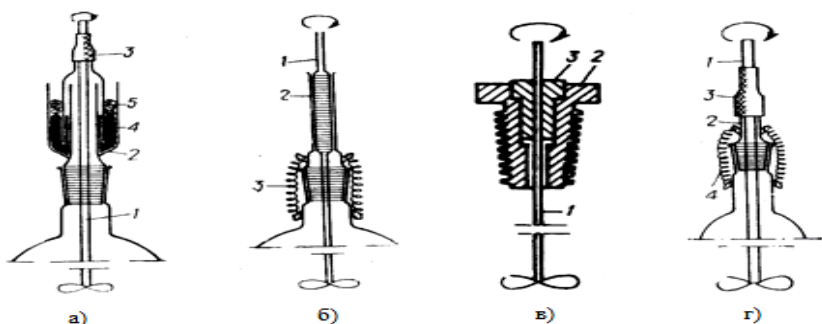

Рис. 2.6. Типы уплотняющих затворов для мешалок:
**Установки для перемешивания.** Часто при проведении органических синтезов требуется перемешивание. Если оно осуществляется в открытых сосудах, то используют стеклянные или металлические мешалки различных конструкций. Стержень мешалки крепят встык с валом мотора с помощью резиновой трубки, а затем его пропускают или через отрезок стеклянной трубки, или через отверстие пробки, прикрепленной с помощью лапки к штативу. Это необходимо для придания мешалке нужного направления. При размешивании реакционной смеси, изолированной от внешней среды специальными устройствами, препятствующими действию влаги воздуха и предотвращающими утечку летучих веществ из реактора, применяют специальные затворы. Самым простым уплотнением может служить отрезок резинового шланга. Полная герметизация достигается при применении ртутного или глицеринового затвора (рис. 2.6). Скорость перемешивания регулируют с помощью реостата или автотрансформатора (ЛАТР).